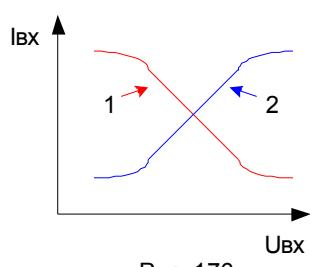

Рис. 176
- Входные характеристики (смотрите рисунок 176) – это зависимость входного тока $I_{вх}$ ИМС от величины входного напряжения $U_{вх}$. $I_{вх} = f(U_{вх})$.